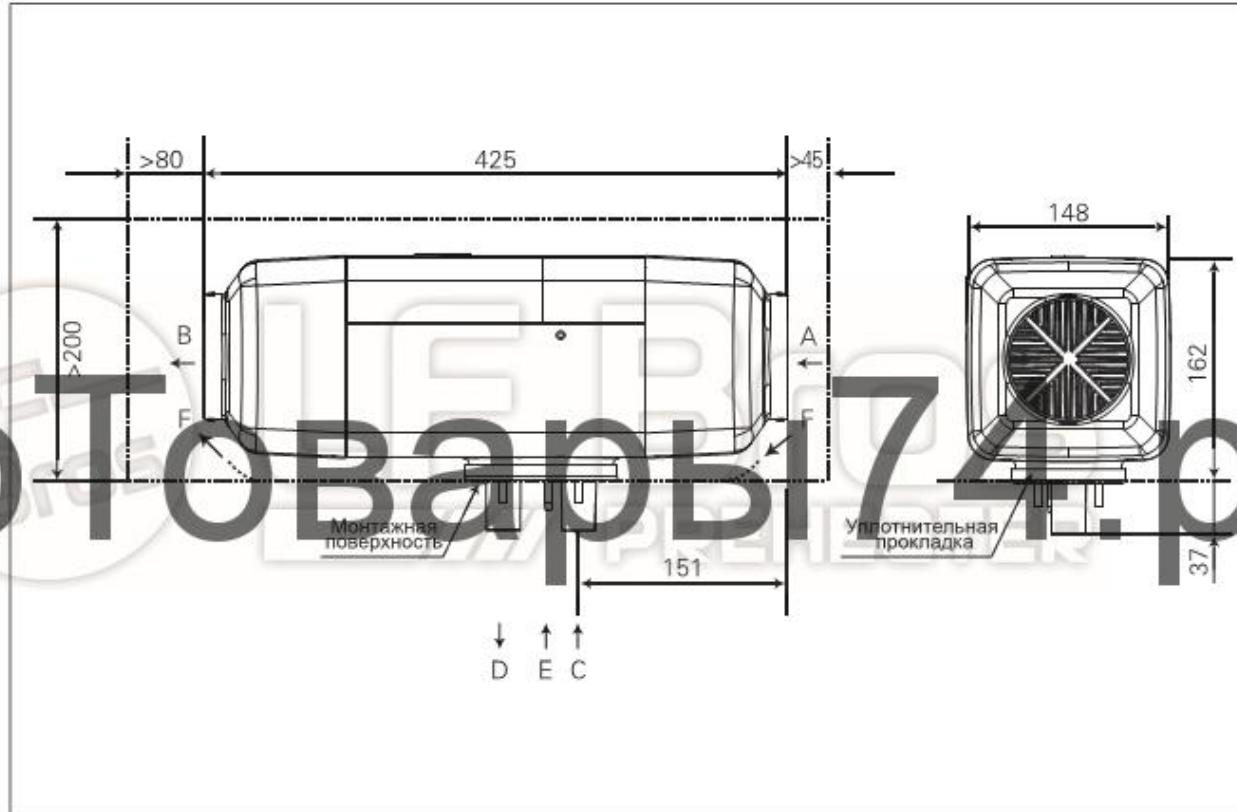

Рис. 8
В зазоре между нижней поверхностью отопителя и монтажной поверхностью кузова не допускается наличие посторонних предметов (см. Рисунок 8-Ф).
4.2.3 Герметизация между монтажными поверхностями отопителя и автомобиля должна находиться в исправном состоянии. Поэтому, во время монтажа на середине необходимо прокладывать специальные уплотняющие прокладки, представленные изготовителем- заводом (см. рисунок 8), монтажная поверхность кузова должна плоской, неровность на месте соединения с монтажной ножкой отопителя не должна превышать 1мм, после бурения монтажных отверстий необходимо выравнивать согласно этому требованию. При укреплении должно завинтить с помощью 4 гаек M6 с крутящим моментом 6Nm+1Nm, поставленных изготовителем- заводом. Местоположение монтажного отверстия показано на рисунке 9.